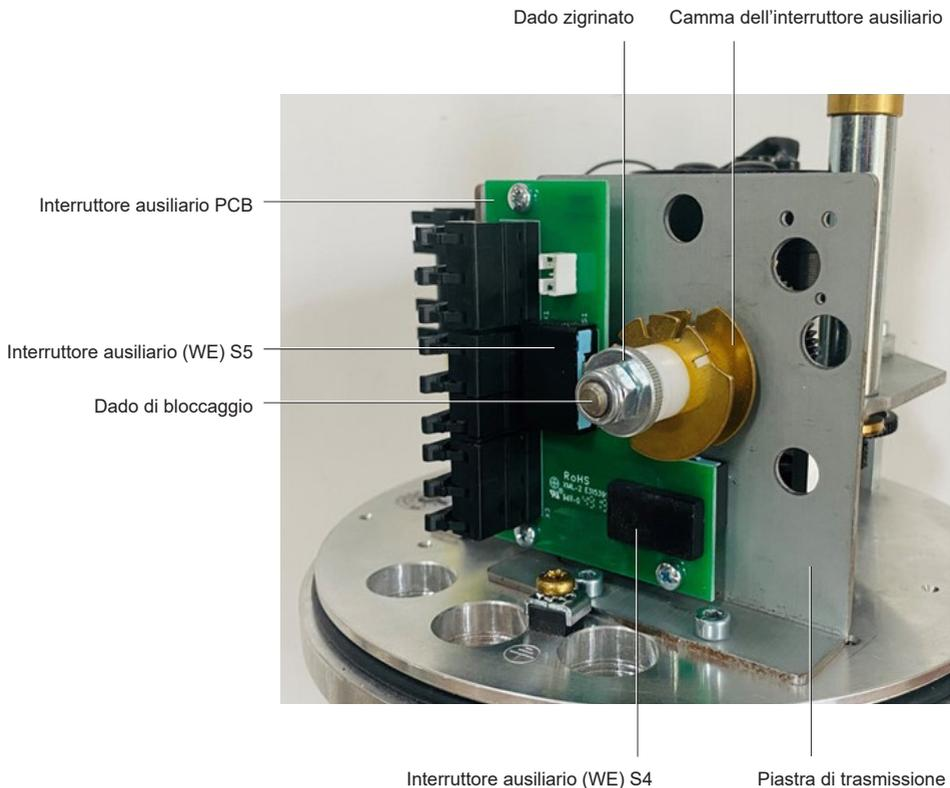

Fig. 8 Disposizione degli interruttori ausiliari di finecorsa (WE) (1-6 kN)
- Montare la piastra di trasmissione completa degli interruttori ausiliari di finecorsa sulla base di supporto. Vedere la Fig. 8 "Disposizione degli interruttori ausiliari di finecorsa (1-6 kN)"